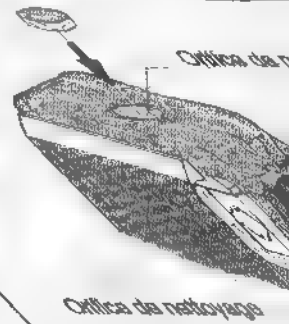

Fig. 11
**Remarque :** Lors du montage du matelas isolant, veuillez aux orifices de nettoyage supérieur et latéral dans le collecteur de fumées (fig. 11).
- Poser le matelas isolant sur le collecteur de fumées et glisser les extrémités gauche et droite sous la traverse (fig. 11).
- Fixer le matelas isolant devant et derrière à l'aide de deux ressorts tendeurs au calorifuge latéral (fig. 11).